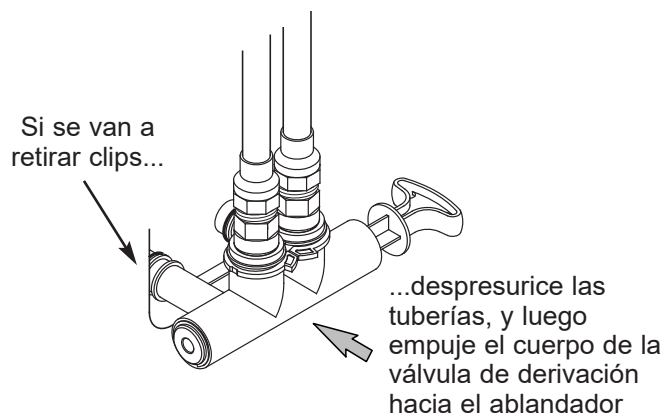

FIG. 18
- g. Revise si hay fugas alrededor de los clips en la entrada y salida del ablandador. Si hay una fuga en un clip, despresurice las tuberías (apague el suministro de agua y abra los grifos) antes de retirar el clip. Al retirar clips en la entrada o salida del ablandador, empuje la válvula de derivación simple hacia el ablandador (vea la Fig. 18). Los clips podrían dañarse si no se retiran correctamente. No vuelva a instalar los clips que se hayan dañado.